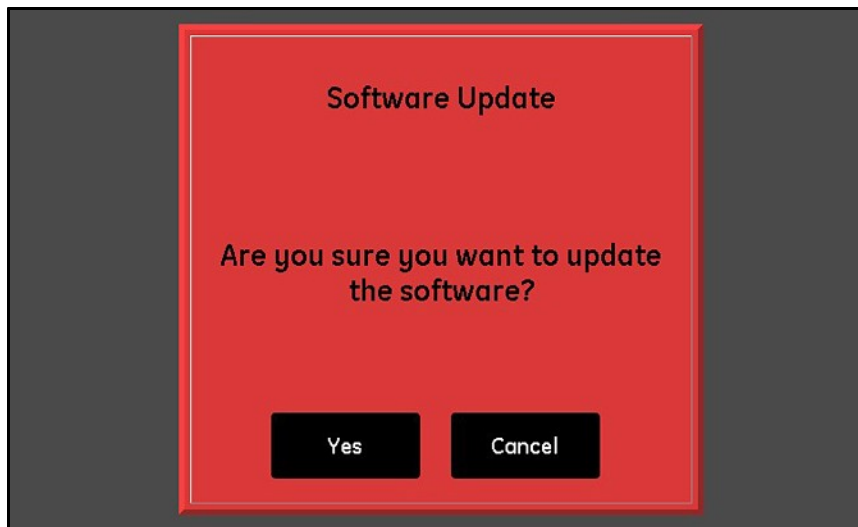

Figura 42: Tela Confirmação de atualização de software
2. Toque em **Sim** em uma tela semelhante à *Figura 42* abaixo para confirmar a sua escolha ou toque em **Cancelar** para abortar a atualização.